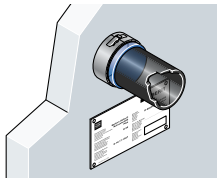

Abbildung 638: Kennzeichnungsschild
- Das beige packte Kennzeichnungsschild ist neben dem Rohrschott dauerhaft am Bauwerk zu befestigen (→ Abbildung 638).